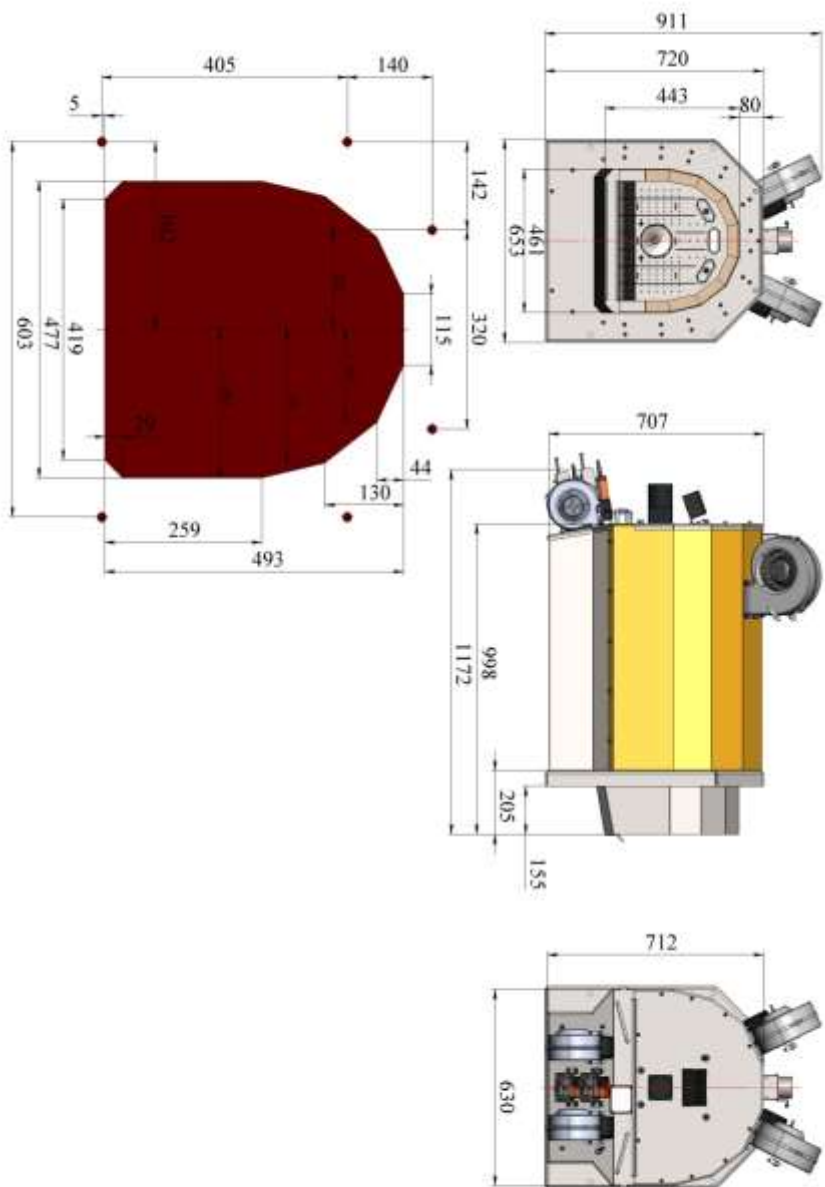

Рис. 3. Габаритные и присоединительные размеры пеллетной горелки КВТ Оптима R 500 кВт.
- 2) Согласно схеме на Рис.3 выполнить монтажные отверстия в штатной дверце котла, если в комплекте поставки не предусмотрена дополнительная дверца горелки.